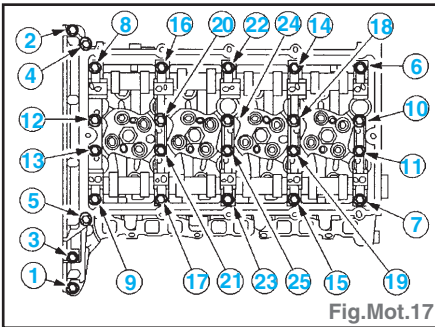

Fig.Mot.17
- Déposer le support d'arbres à cames (Fig.Mot.17).